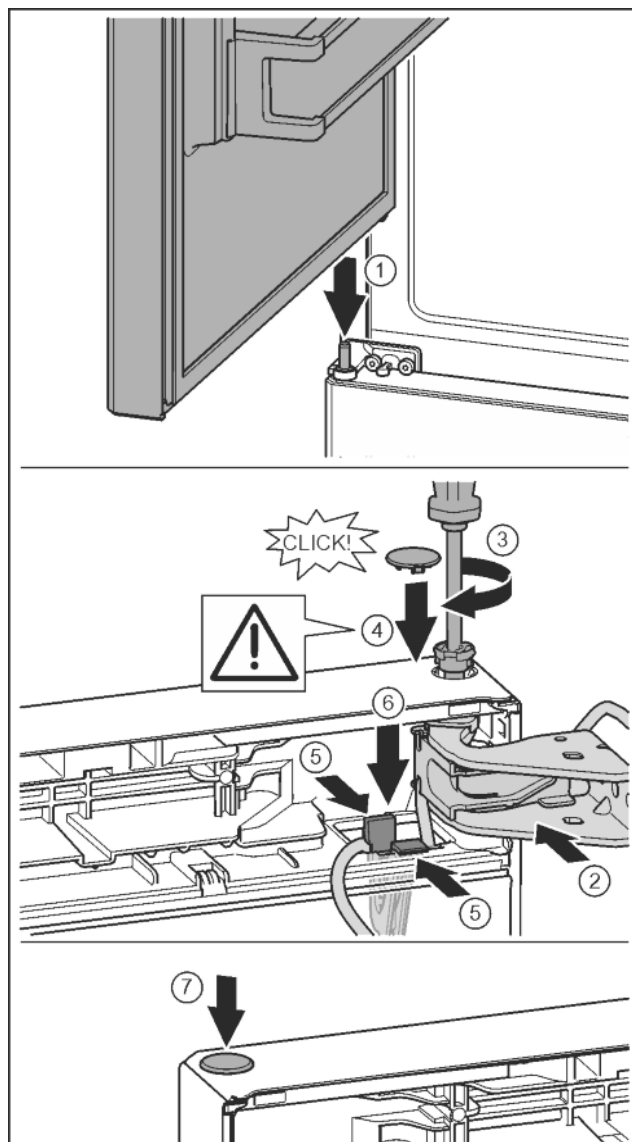

Fig. 34
- ▶ Установка верхней двери на средний опорный палец Fig. 34 (1)
- ▶ Дверь вверху выровнять по отверстию в опорном кронштейне. Fig. 34 (2)
- ▶ Вставить палец и затянуть отверткой T15. Fig. 34 (3)
- ▶ Установить предохранительную крышку для защиты двери: вставить предохранительную крышку и проверить, прилегает ли она к двери. В ином случае вставить палец полностью. Fig. 34 (4)
- ▶ Вставить держатель кабеля с закрепленным на нем кабелем в отверстие. При этом более длинное отверстие соединительной накладке должно быть направлено вперед. Fig. 34 (5)
- ▶ Прижать держатель вниз так, чтобы соединительная накладка защелкнулась. Fig. 34 (6)
- ▶ Вставить заглушку. Fig. 34 (7)